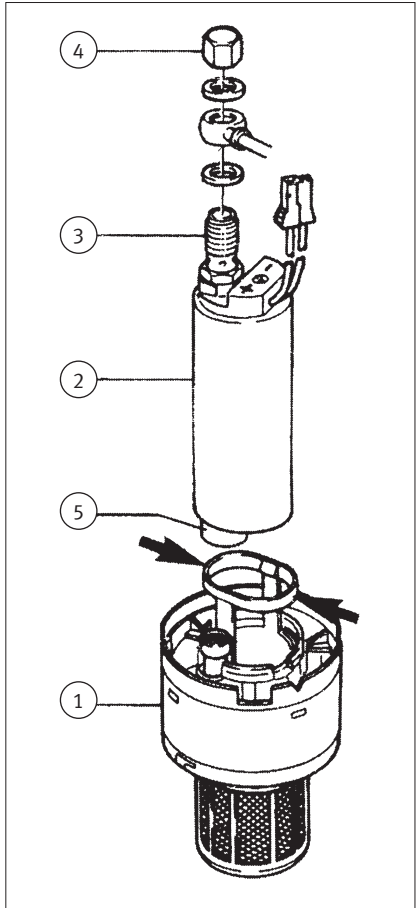

Abb. 4/Fig. 4/ Puc. 4/图4
- 将容置外壳上部件 (1, 图 4) 连同燃油泵一起向左转动约 15°, 将其从油箱的容置外壳上取下, 如有必要, 使用专用工具 (订货单号 4.07360.22.0) 。
- 仅限规格 A: 将容置外壳上部件上的解锁面 (箭头, 图 4) 压在一起, 拉出泵 (2)。
- 将新泵装入容置外壳上部件。泵下侧错开安装的套管 (5, 图 4) 应当卡入容置外壳上部件的孔内。
盖形螺母的拧紧扭矩 (4, 图 4): 13-16 Nm。此时在阀套管 (3, 图 4) 上抵住。